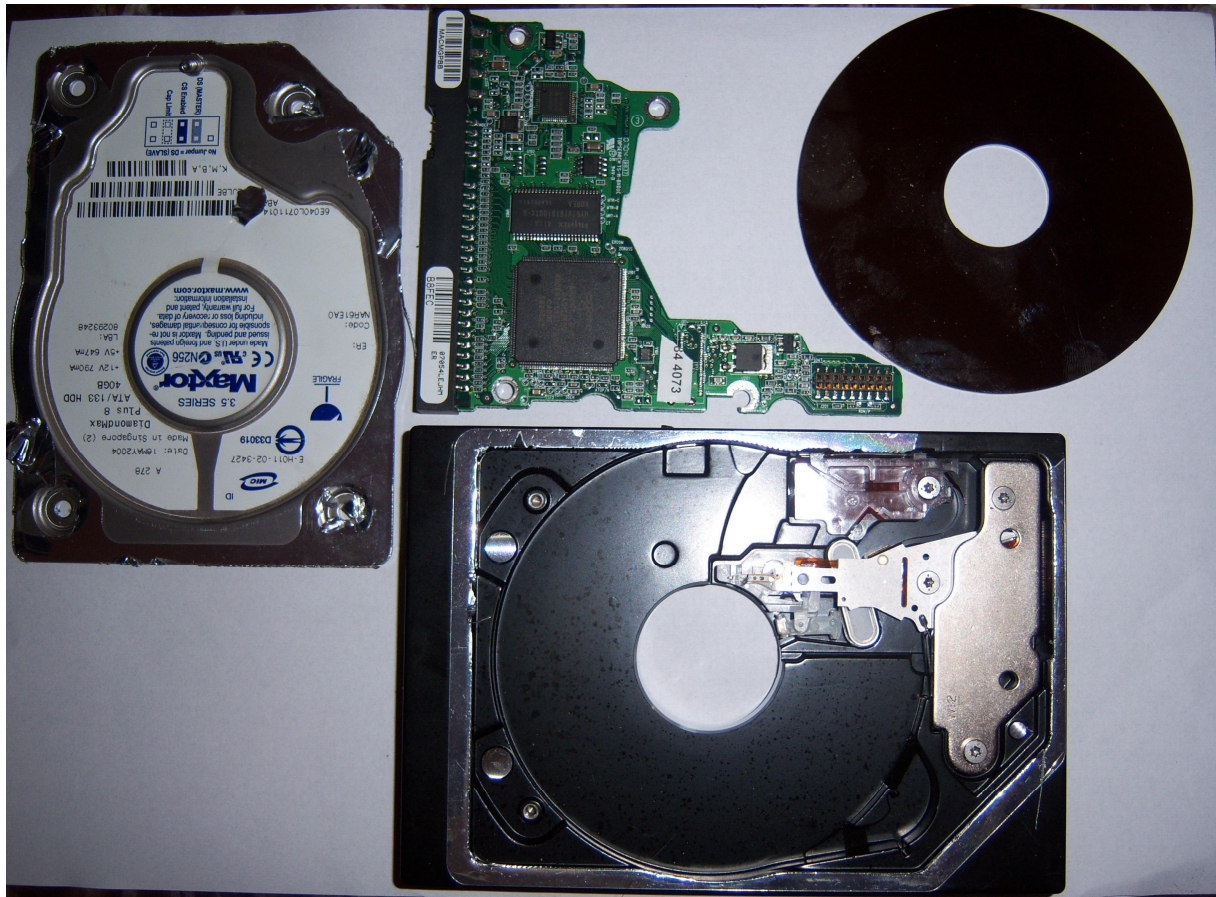

Figura 3
Os galvanômetros utilizados são retirados de discos rígidos (HD) danificados, que não podem ser mais utilizados para a gravação de dados, estes são desmontados e utilizamos os braços (**arm**) e os galvanômetros (**atuador/voice coil**). (Figura 3)